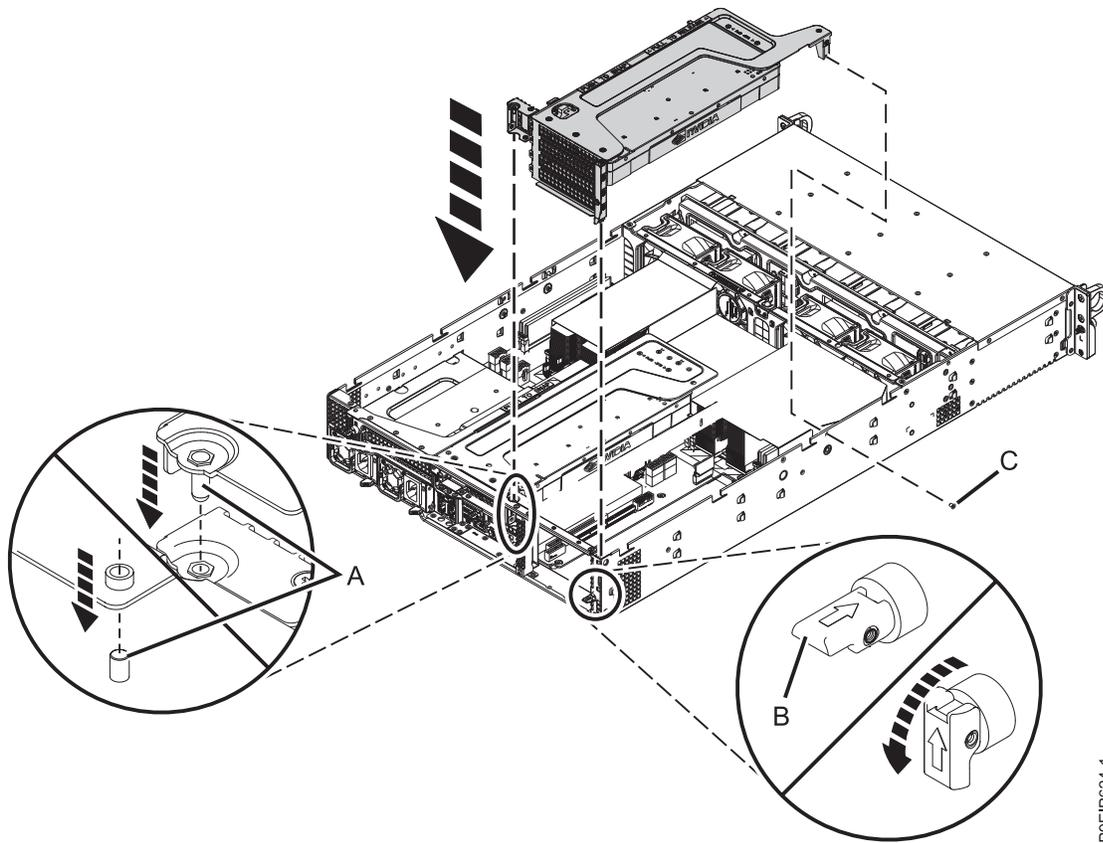

Figura 60. Inserción de la tarjeta de expansión del adaptador PCIe
- e. Inserte la tarjeta de expansión PCIe, como se muestra en la Figura 60 en la página 55.